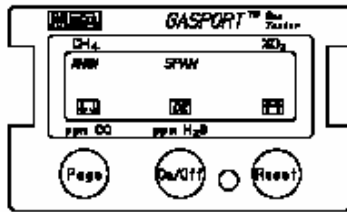

Figura 2-6. Ajuste de Gama Gas Metano
17. Presione el botón RESET (READY) (LISTO) cuando usted este listo para dar el valor de este rango. (El desplegado indica lo mostrado en la Figura 2-6).
19. Presione el botón ON/OFF (OK) (BIEN) para aceptar la calibración del rango del gas de línea. Cuando todas las calibraciones seleccionadas están ajustadas, un pitido largo sonará y el desplegado leerá: